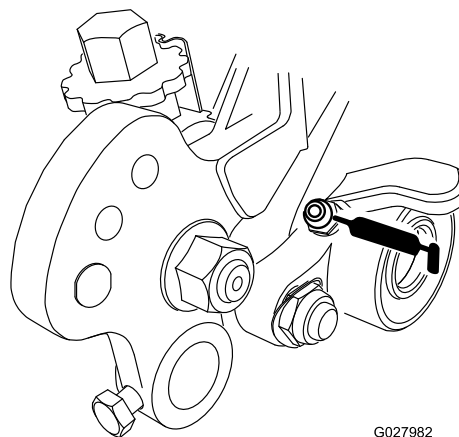
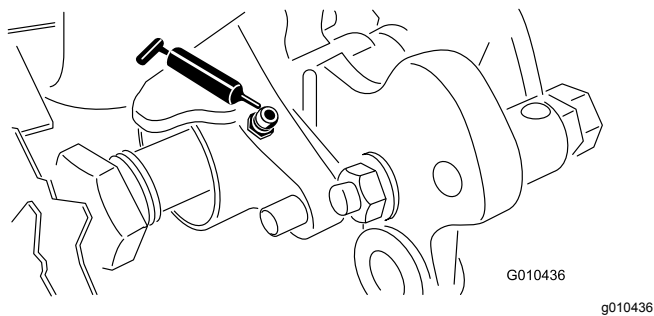

図 19
図 20
39. グルーマベアリング図 19 と図 20 は、1週間または10運転時間ごとにグリスアップを行い、長期保管後に再び使用を開始するとき、および水洗いした直後には前記整備間隔に関わらずグリスアップを行う。グリスがグルーマシャフトにはみ出てくるまでポンプでグリスを注入する。はみ出てきたグリスはウェスでふき取る。